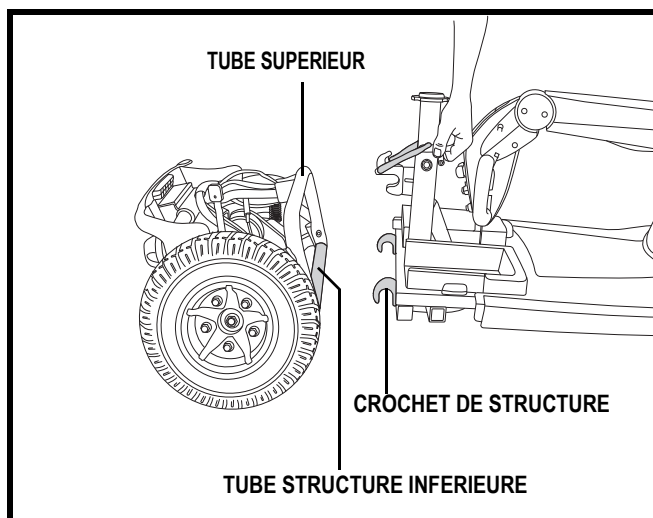

Figure 24. Séparation des sections
NOTE: Stabilisez la section arrière avec votre main libre en tenant le mât du siège. Voir la figure 24.
3. Séparez les deux sections. Voir la figure 24.
1. Positionnez les sections de votre scooter tel qu'illustré à la figure 24.
2. Soulevez la section avant à l'aide du levier de détente tout en alignant les crochets avec le tube de structure de la section arrière. Voir la figure 24.